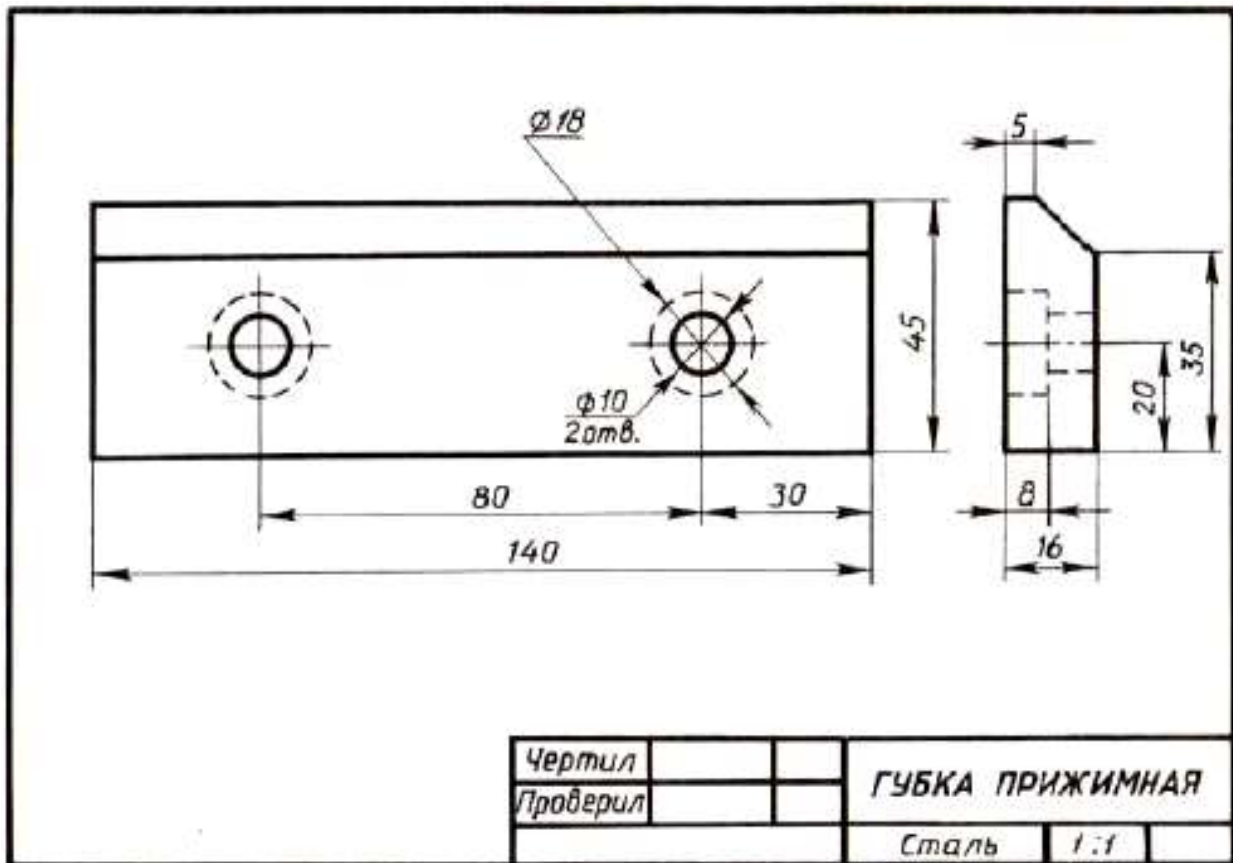

Рис. 3.
Вопросы к чертежу рис. 3
1. Назовите как называется деталь на рис.3?